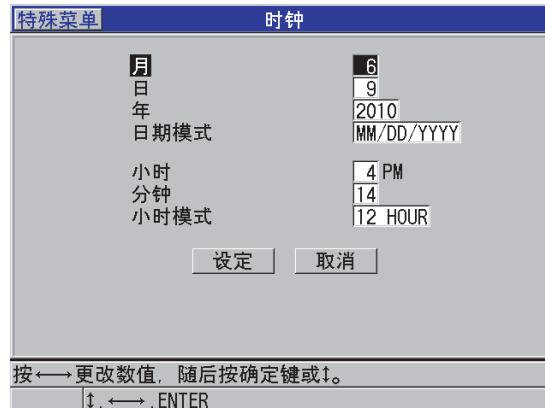

图 4-2 选择时钟参数
3. 在**时钟**屏幕上（参见第 61 页的图 4-2）：